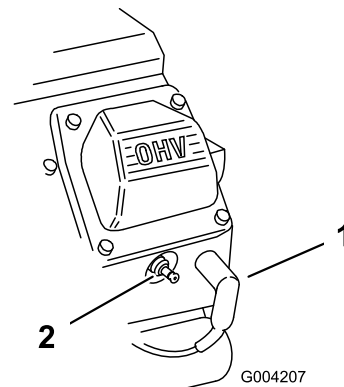

图48
- 将电线拉离火花塞图48。
3. 将电线压到火花塞上图48。